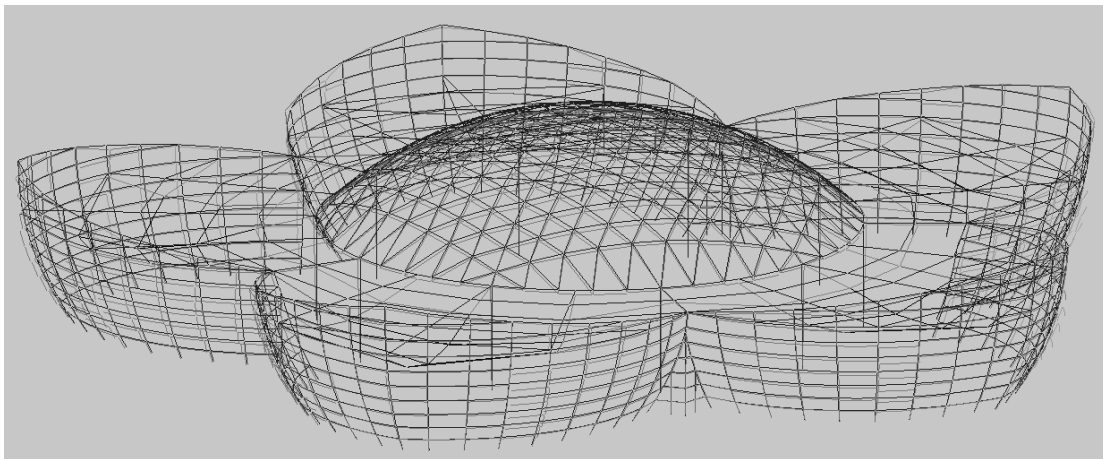

图 11. Plots 里面的模型变形图
10. 这样整个模型就建模和加载完毕，保存文件后，生成 Strat 计算文件，关闭 Prep 部分，如图 11，进入 Plots 可以查看模型各个构件的应力应变情况。